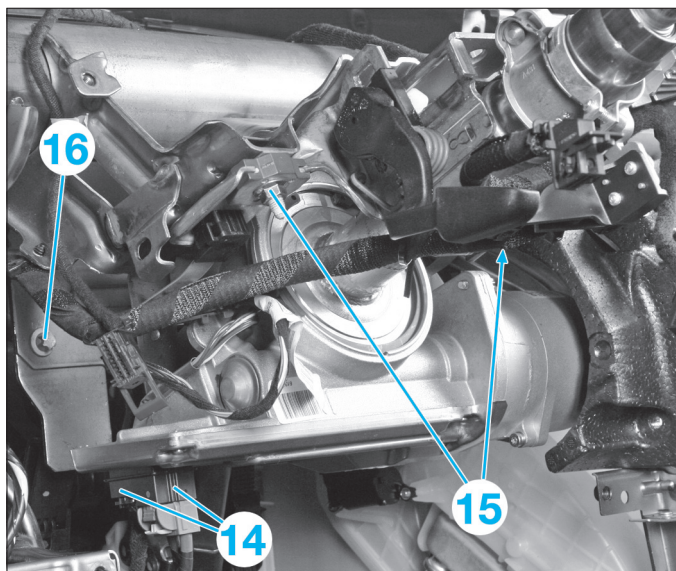

FIG. 12
- Débrancher les 2 connecteurs (14) d'alimentation et de gestion de la colonne de direction (Fig.12).
- Déposer les 2 écrous (15) et la vis latérale (16) de fixation de la colonne de direction à la traverse.